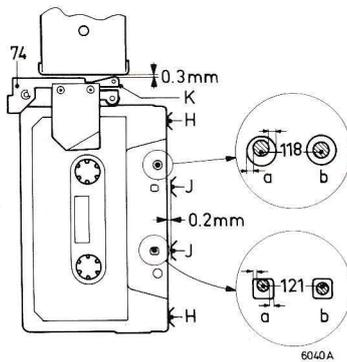

Fig. 15
#### 9. Etrier d'éjection de la cassette 74 et étrier guide-cassette 157 (fig. 15)
- Recourber les languettes H pour que le cabestan 118 et la broche de centrage 121 se trouvent au centre des trous respectifs de la cassette (fig. 15-a)
- Le cabestan 118 et la broche de centrage 121 doivent à présent se trouver au centre des trous repères dans la cassette (fig. 15-b)